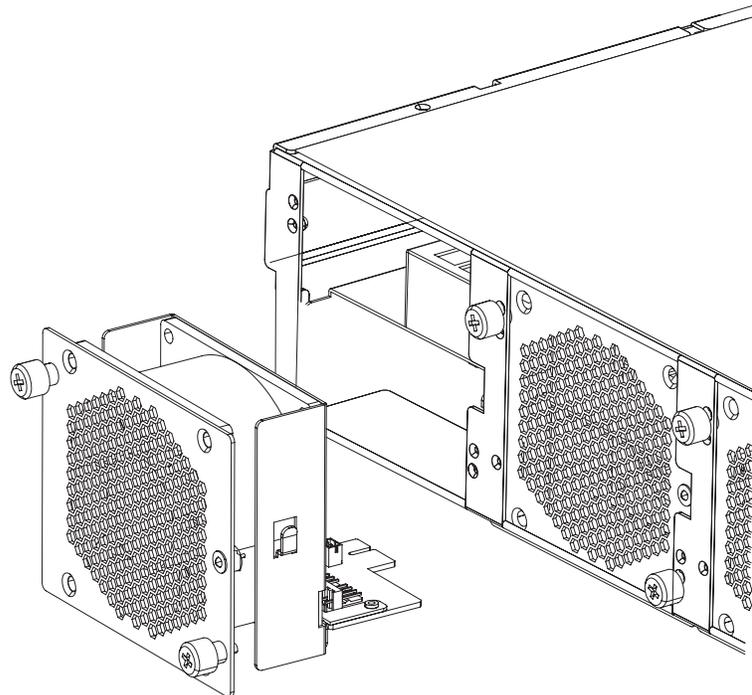

Figure 15. Retrait du module de ventilation d'un dispositif Type 7199
5. Retirez le module de ventilation, comme illustré par la figure 15.